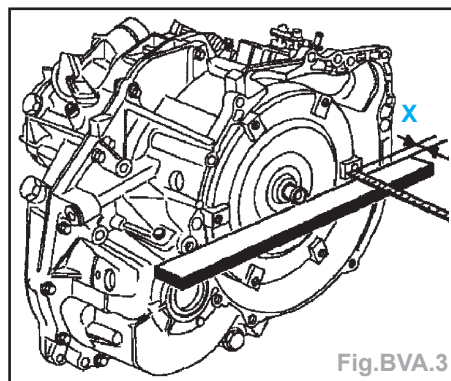

Fig.BVA.3
Impératif : contrôler que le convertisseur soit bien emboîté à la transmission automatique, à l'aide d'une règle surfaçée et d'un régllet. Vérifier que la distance (X) entre le talon et la règle soit de 26,5 mm environ et que les surfaces de contact soient propres (Fig.BVA.3).